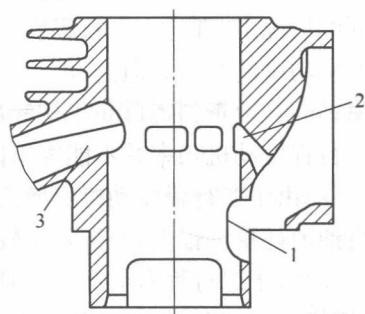

图 1-12 二行程发动机气缸体
(2) 二行程发动机在气缸体中部或下部设有排气口和扫气口，有的还有进气口，如图 1-12 所示。机型不同，气缸体上各气口的形状、大小及分布位置也不同。气口的形状和位置直接影响发动机的性能。